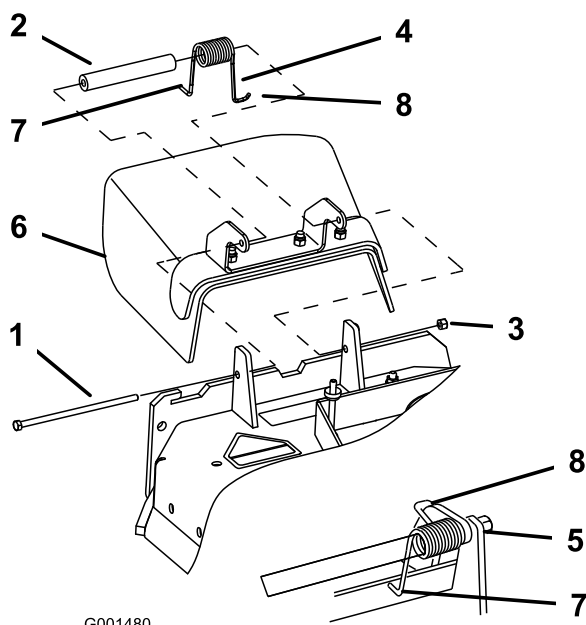

Figura 69
1. Retire la contratuerca, el perno, el muelle y el espaciador que sujetan el deflector a los soportes de pivote (Figura 69). Retire el deflector de hierba dañado o desgastado.
Nota: Asegúrese de colocar el extremo en **L** del muelle detrás del reborde de la carcasa antes de instalar el perno, según se muestra en la Figura 69.
- Instale el perno y la tuerca. Coloque el extremo en **J** del muelle alrededor del deflector de hierba (Figura 69).